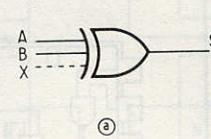

Fig. 14
6) la porte OU exclusif (exclusive OR en anglais) fig. 14)
En se référant à la table de vérité (fig. 14 b), on aurait par exemple $S = A \oplus B = (A + B) (\bar{A} + \bar{B})$ qui se lierait : A ou B, et l'inverse de A ou l'inverse de B, équivalent à S.